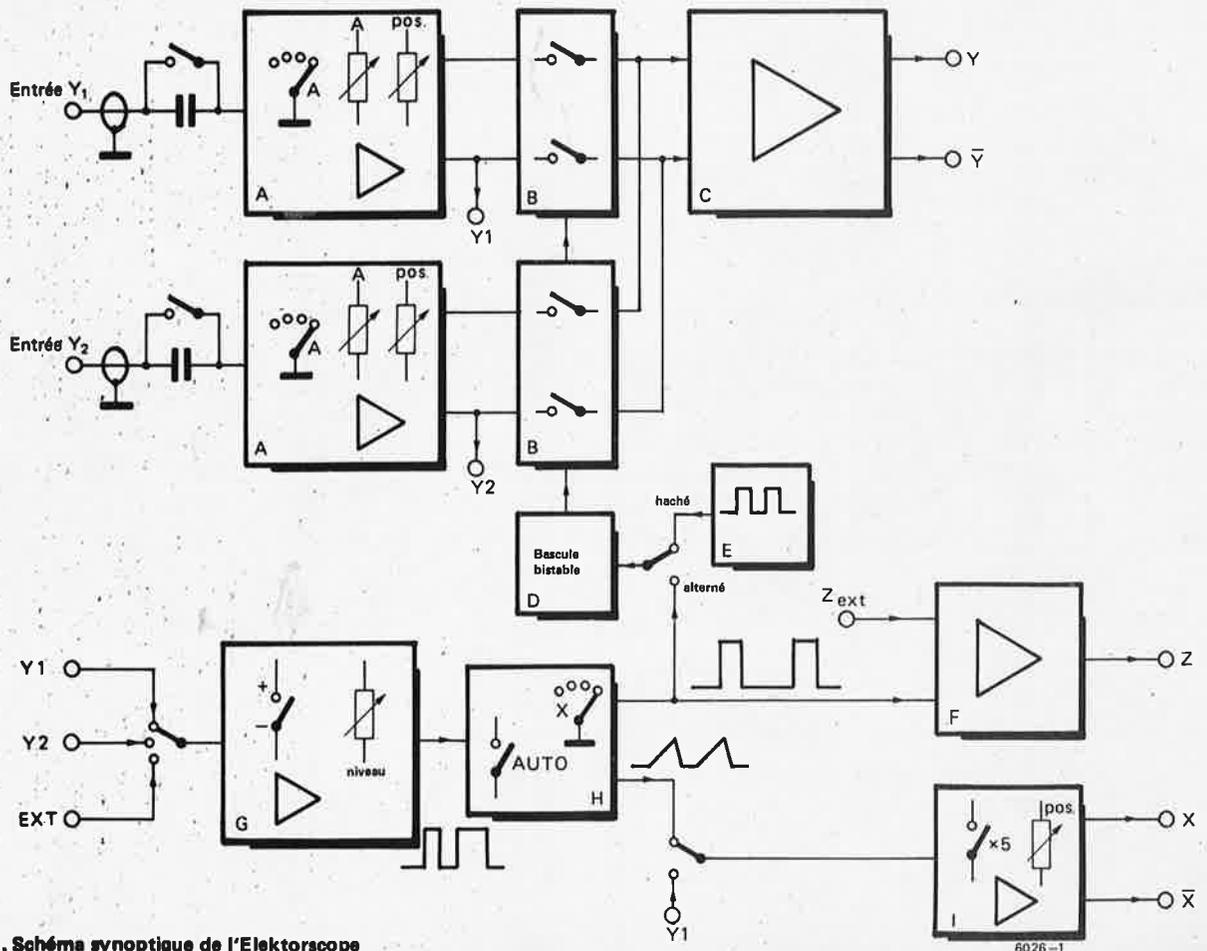

Figure 1. Schéma synoptique de l'Elektroscope
Le retard est fixé au gré de chacun. Les valeurs de P4, R20 et C7 indiquées sur la figure 1 permettent un retard compris entre 0,5 et 2,5 secondes. Pour avoir une gamme différente, il suffit de modifier les valeurs d'un ou de tous ces composants.
L'implantation des composants apparaît sur la figure 2. Elle regroupe tous les composants de la figure 1, à l'exception des deux potentiomètres doubles, du relais et du microphone. Pour une description plus détaillée du VOX, nous conseillons à nos lecteurs de se reporter à l'article paru dans notre numéro de février 80.
Deux multiplexeurs, IC1 et IC2 (figure 1), constituent le "centre nerveux" du circuit d'extension. Suivant l'état (logique) de l'entrée de sélection (Select Input), l'information présente sur l'un des deux groupes d'entrées est transférée aux sorties des multiplexeurs ou non. Les lignes de données envoyées par le clavier et celles provenant des mémoires sont reliées à un groupe d'entrées à part. Lorsque l'entrée de sélection passe à l'état bas, les données issues du clavier sont transférées aux sorties des multiplexeurs, mais lorsqu'elle est portée à l'état haut, ce sont les données en provenance des mémoires qui y sont transférées. Pour pouvoir "stocker" le contenu des mémoires, il
Lorsque le bouton START de mise en route est appuyé (bouton S1 de la figure 1), la sortie \bar{Q} de la bascule FF1 passe à l'état haut, et le signal d'écriture en mémoire (WRITE) est inhibé par la porte N4. Si l'une des touches du clavier ASCII est enfoncée, en particulier la touche d'espacement ou une touche de commande, une impulsion STROBE (KS) est générée. Le changement d'état de cette impulsion introduit les données du clavier dans l'UART sous forme parallèle. La fermeture de l'interrupteur S1 de la figure 2 provoque le transfert de cette information de la partie émission de l'UART à sa partie réception, sous forme série.
En appuyant sur le bouton de remise à zéro S2 (figure 1), les bascules FF1 et N1/N2 sont remises à zéro, et l'Elekterminal peut être commandé normalement. Les informations mémorisées sur la cassette peuvent être ré-introduites par l'entrée série.
4. Relier les points A1, A2, B1, B2, C1 et C2 de la figure 1 aux points correspondants A1, A2, B1, B2, C1 et C2 de la figure 2.
5. Relier la broche 27 de IC10 (RP) de la figure 2 au point de la figure 1 repéré par RP.
La figure 1 présente le schéma synoptique de l'Elektroscope. Les parties "A" sont les deux préamplis verticaux Y1 et Y2 dotés chacun des réglages d'atténuation calibrée pas à pas, progressive et de position. Les parties "B" sont les commutateurs électroniques qui sélectionnent la sortie du préampli Y1 ou Y2; la partie "C" est l'ampli de sortie qui délivre le signal, à haute tension pour commander les plaques de déviation verticale Y du tube cathodique.